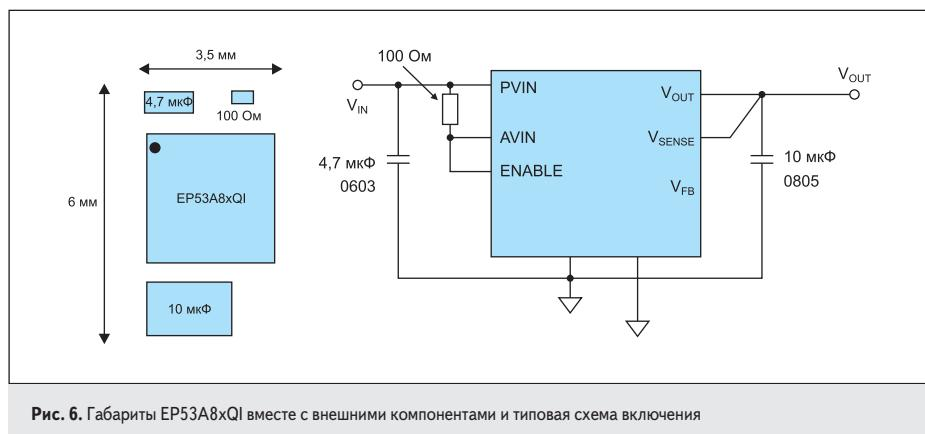

Рис. 6. Габариты EP53A8xQI вместе с внешними компонентами и типовая схема включения
- площадь на плате, занимаемая устройством вместе с внешними компонентами: не более 21 мм2 (рис. 6).